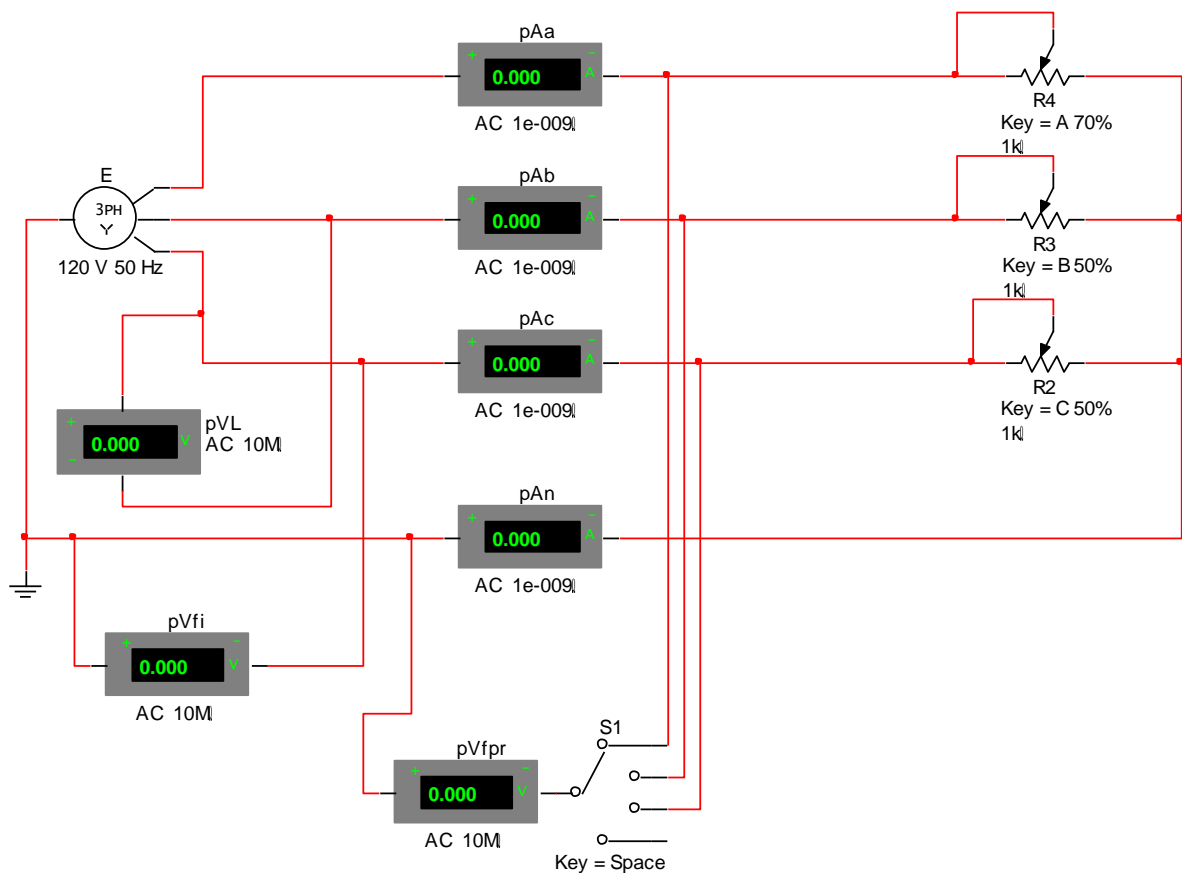

Рис. 3.5
1. Откройте файл 10.1 и включите цепь по схеме рис. 3.5.